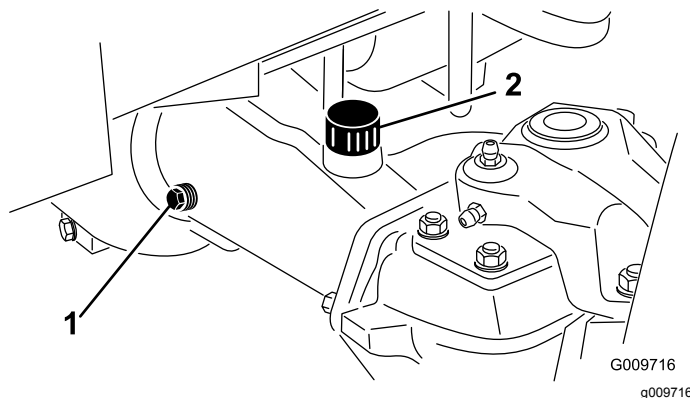

Figura 50
2. Togliete il tappo di controllo da un'estremità del ponte (Figura 50) e verificate che il lubrificante raggiunga la base del foro.
Nota: Se il livello è basso, togliete il tappo di riempimento (Figura 50) e rabboccate con lubrificante finché non raggiunge la base del foro del tappo di controllo.